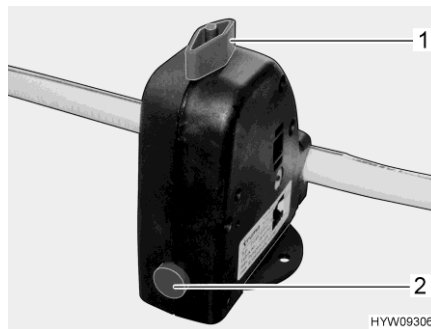

Fig. 154 Válvula de seguridad/purga (Truma)
- Cerrar la válvula de seguridad/purga (Truma). Para ello, girar el botón giratorio (Fig. 154,1) a la posición transversal en referencia a la válvula de seguridad/purga y hundir el botón (Fig. 154,2).